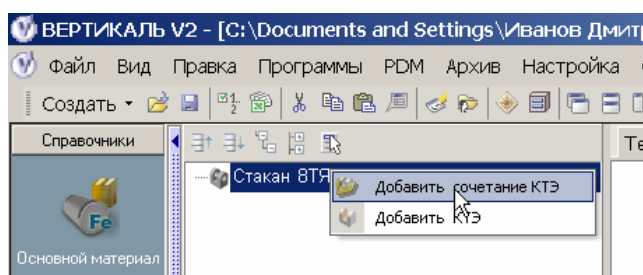

Рисунок 72 – Добавление нового сочетания КТЭ
2.12.13 Следующим этапом проектирования ТП в ВЕРТИКАЛЬ может быть заполнение дерева КТЭ. Операции, выполняемые при формировании дерева КТЭ аналогичны операциям заполнения древа ТП. Так для добавления нового КТЭ необходимо выделить элемент дерева, которому будет подчинен КТЭ, вызвать контекстное меню и выбрать пункт «Добавить КТЭ» или «Добавить сочетание КТЭ» (рисунок 72).